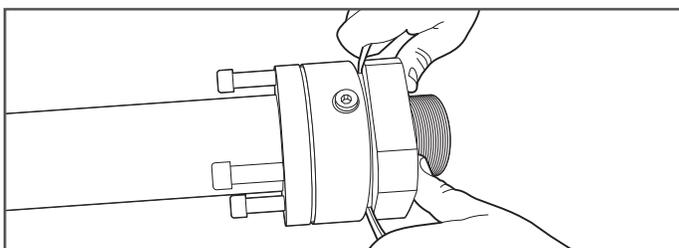

Figura 8-2
2. Quite el adaptador frontal del acoplamiento con un destornillador de punta plana o una palanca de cabeza plana. (Figura 8-2)